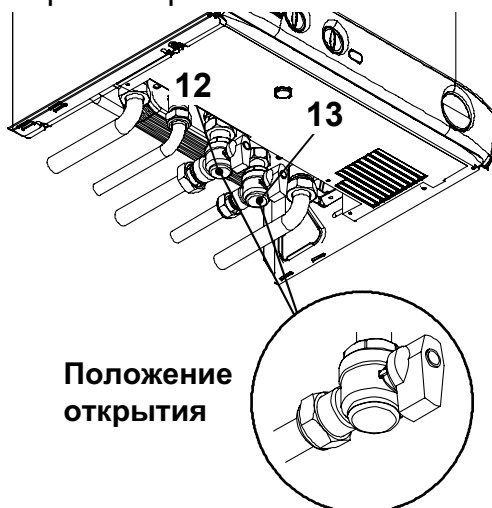

рис. 6.1
- Откройте кран счетчика газа и кран на бойлере 12 в рис. 6.1 .
- Откройте кран 13 в рис. 6.1